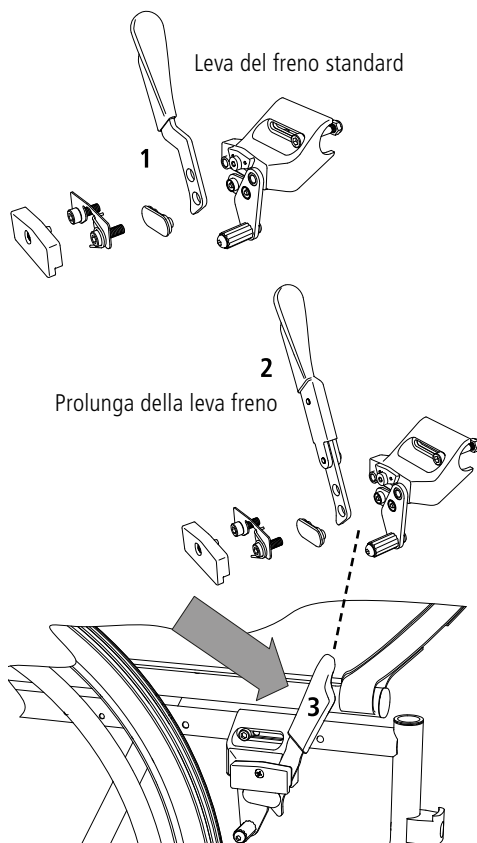

fig.51
La prolunga della leva freno serve a semplificare la trasmissione della forza al freno. (fig. 51)
1. Smontare interamente la leva freno standard come illustrato nell'immagine (1, fig. 51).
2. Montare ora la prolunga della leva freno (2, fig. 51) sulla sedia nella sequenza inversa.